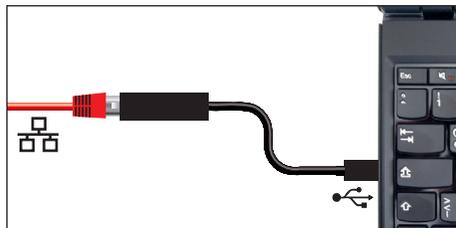

Fig. 8 Adaptador USB para Ethernet
- ▶ Adaptador USB para Ethernet (Fig. 8). Permite ligar a porta Ethernet do aparelho (consulte a página 12) à porta USB do PC/computador portátil.